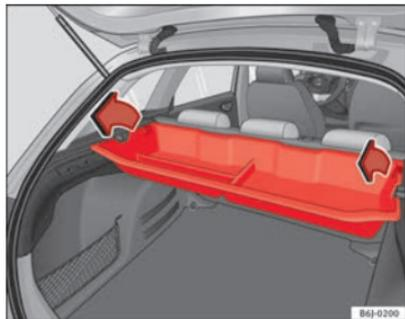

Abb. 100 Ausbau des Ablagefachs
- Hutablage herausnehmen und die Enden des Ablagefachs nach oben ziehen ⇒ Abb. 100.